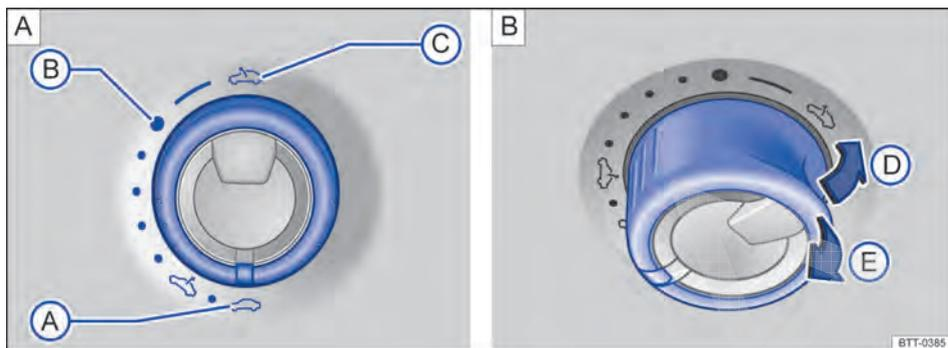
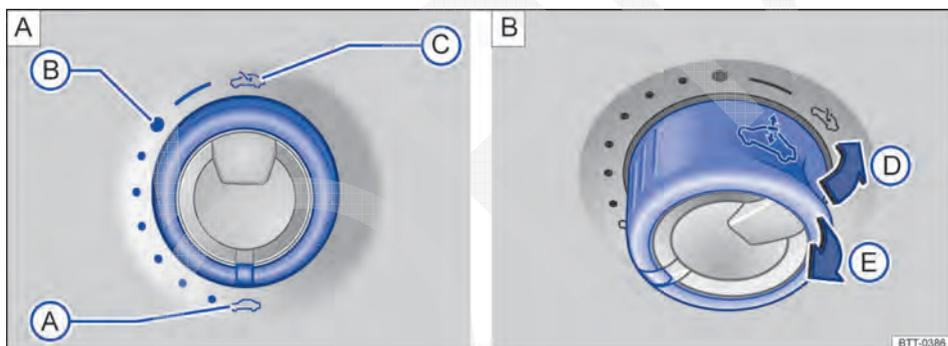

Fig. 45 No revestimento do teto: interruptor para levantamento, abertura ou fechamento do teto de vidro (variante 1).
Fig. 46 No revestimento do teto: interruptor para levantamento, abertura ou fechamento do teto de vidro (variante 2).
Para o levantamento do teto de vidro, o interruptor deve se encontrar na posição de base → Fig. 45 ou → Fig. 46 .
→ Fig. 45 ou → Fig. 46
- Girar o interruptor para a posição “Fechado” → Fig. 45   ou → Fig. 46  .
- Dentro de aproximadamente 5 segundos após a liberação do limitador de força, puxar o interruptor o tempo necessário para trás no sentido da seta → Fig. 45   ou → Fig. 46  , até que o teto de vidro esteja completamente fechado.